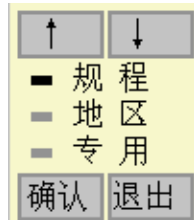

图 4.6 曲线选择界面
7. 曲线：在进行强度推定的时候所选择的曲线，按下确认键弹出图 4.6 所示的选择界面，用户可以选择规程曲线 (CECS02:2005)、地方曲线或者专用曲线。